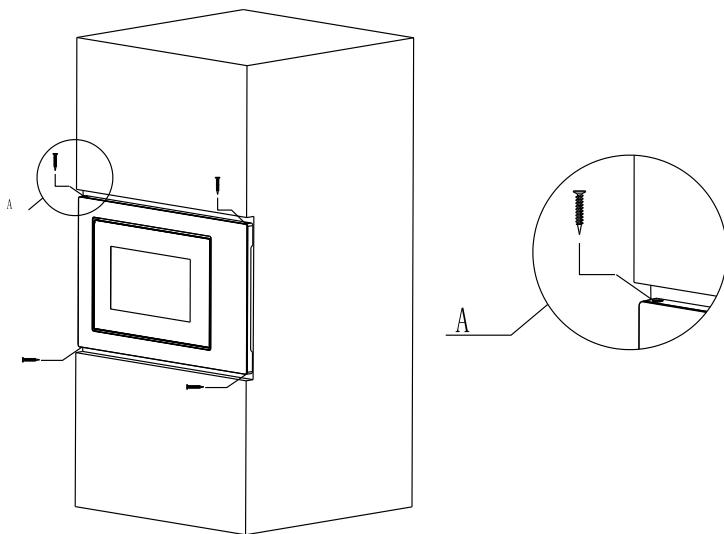

Fig. 4
- d) Utilisez les vis fournies pour fixer le four à micro-ondes dans le meuble. (Fig. 4)